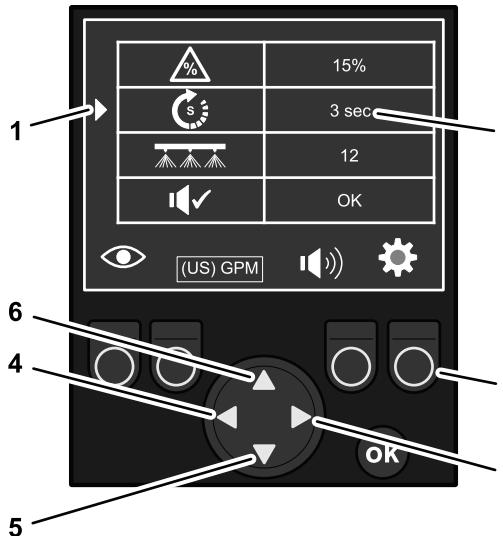

Figure 157
1. Sur l'écran de RÉGLAGES, appuyez sur les flèches Haut ou Bas du bouton de navigation/saisie jusqu'à ce que l'indicateur de réglage actif se trouve en face de ERROR DELAY (temporisation d'erreur) (Figure 157).
2. Servez-vous de la flèche gauche ou droite de modification de valeur sur le bouton de navigation/saisie (Figure 157) pour modifier la valeur de temporisation d'erreur comme suit :
3. Lorsque vous avez terminé de modifier les valeurs sur l'écran de RÉGLAGES, appuyez sur le bouton de fonction 4 sous l'indicateur de bouton de réglages pour revenir aux écrans d'état de débit (Figure 157).